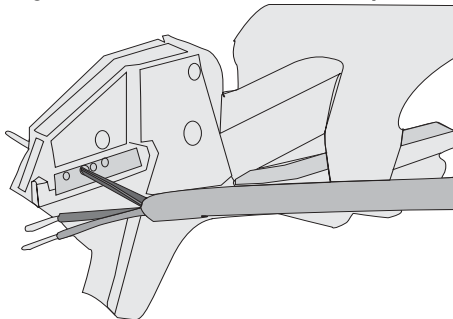

Fig. 10.3 Flanschsteckdosen-Einsatz montieren
3. Flanschsteckdosen-Einsatz (4) mit Führungsnase in Führungsnute der Flanschsteckdosen-Hülse (1) stecken (Fig. 10.3).